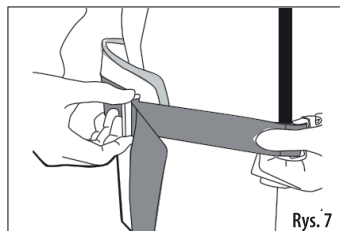

Rys. 5
Regulacja szelek plecaka akumulatorowego (rys. 5)
1. Przetóż ręce przez paski naramienne szelek, aby podeprzeć akumulator plecakowy na plecach i tymczasowo ustaw oba paski naramienne w wygodnych pozycjach, upewniając się, że ramiona mogą poruszać się wygodnie. (Rys. 5).